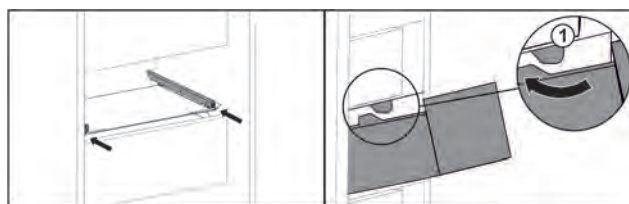

Fig. 39
- ▶ Обведите выдвижной ящик вокруг стопора Fig. 39 (1).*